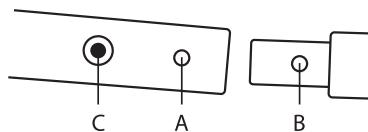

Рис. 1
1. Составьте основание подставки (упаковано отдельно) с опорными кронштейнами, прикрепленными к бокам корпуса вентилятора (рис. 1).